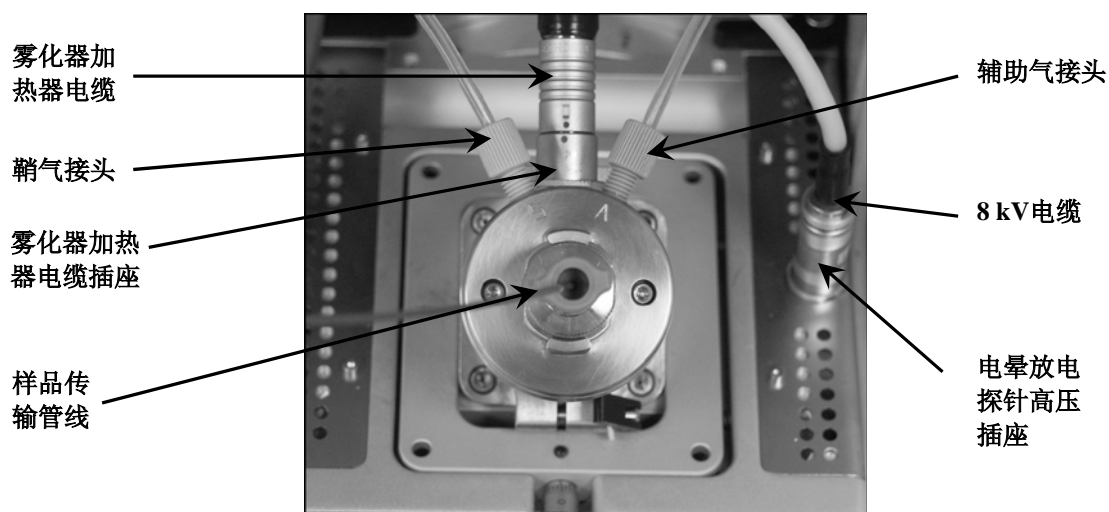

图2-2. 安装有APCI探头的Ion Max离子源
1. 拨去与APCI探头上的雾化器加热器电缆插座相连的雾化器加热器电缆。见图2-2。
3. 断开APCI探头上样品传输管线的连接。(见图2-2。)
4. 从APCI探头上拆除辅助气管线(绿色接头，Figure 2-2)。